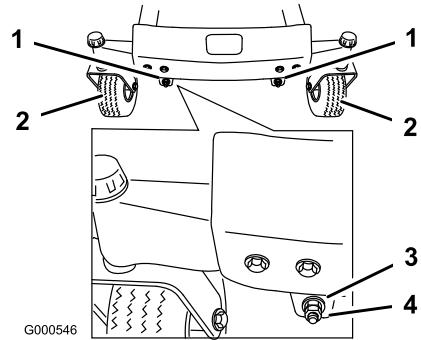
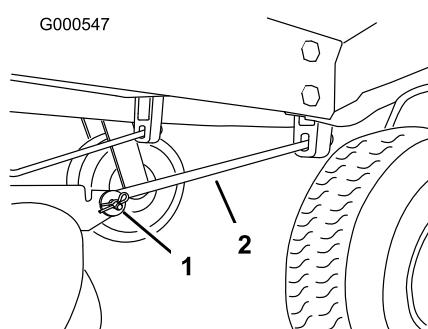

Figura 47
Figura 48
11. Per regolare l'inclinazione longitudinale della lama, togliete i dadi di bloccaggio e fate girare i dadi di regolazione sul frontale del tosaerba (Figura 47).
13. Dopo avere regolato in modo uniforme entrambi i dadi di regolazione, controllate nuovamente l'inclinazione longitudinale. Continuate la regolazione dei dadi finché la punta della lama anteriore non è più bassa di 1,6-7,9 mm rispetto a quella posteriore (Figura 47).
Nota: Dopo aver messo a punto i dadi di regolazione, verificate che le aste di supporto non siano allentate (Figura 48). All'occorrenza, serrate una delle aste per tenderle (Figura 47).
4. Togliete la coppiglia e il cavallotto con perno dall'asta di supporto anteriore (Figura 48) da ciascun lato del tosaerba.
- Attaccate le aste di supporto alla macchina, utilizzando i cavallotti con perno e le coppiglie (Figura 48).